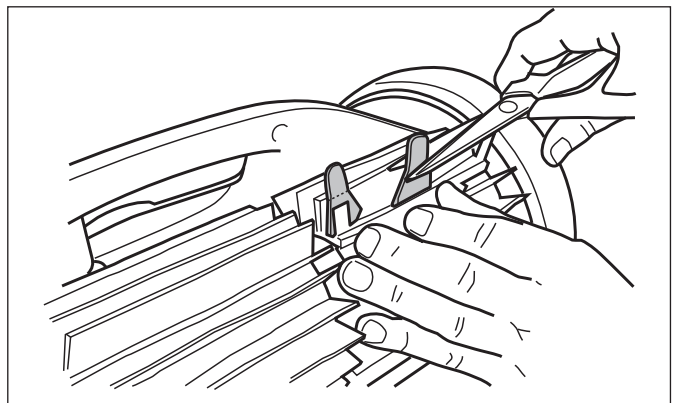

Figura 30. Corte las lengüetas
5. Corte las lengüetas con tijeras 3/4 pulgadas desde la base para que no sean más largas que la hoja de limpieza (Figura 30).